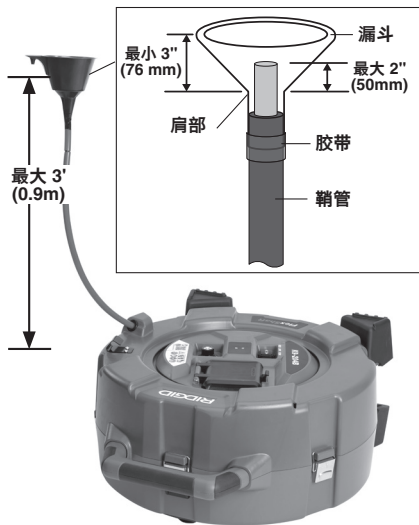

图 15 — 钢索润滑装置
润滑时需要一个塑料漏斗，漏斗顶部到肩部的距离至少为 3" (76mm) (见图 15)。
5. 在未安装附件时，钢索末端应远离自己或他人身体。让机器在正向模式运行 5 秒，使钢索裸露长度达到最小值。将开关置于关 (O) 位置，拔下机器电源插头并取出电池。
6. 将钢索头完全插入漏斗嘴，使鞘管接触漏斗。查看伸入漏斗的钢索长度。伸过漏斗肩部的钢索不能超过 2" (50mm) (见图 15)，降低钢索抽打和润滑剂飞溅的风险。如果钢索伸入漏斗过长，可另外剪下一段鞘管，用胶带固定到钢索鞘管上，适当间隔开漏斗内的钢索头。
8. 将钢索头固定在机器上方 3' (0.9 m) 处，将其余钢索直接卷入鼓轮。过多钢索从鼓轮伸出铺在地面上会使润滑更困难，更耗时。见图 15。确认装置稳定牢固，机器开启时不会移动或跌落。切勿挤压或限制钢索上的鞘管。